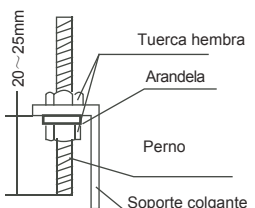

Fig. 5-9
- Localice el soporte colgante en el perno colgante. (Consulte Fig. 5-9)